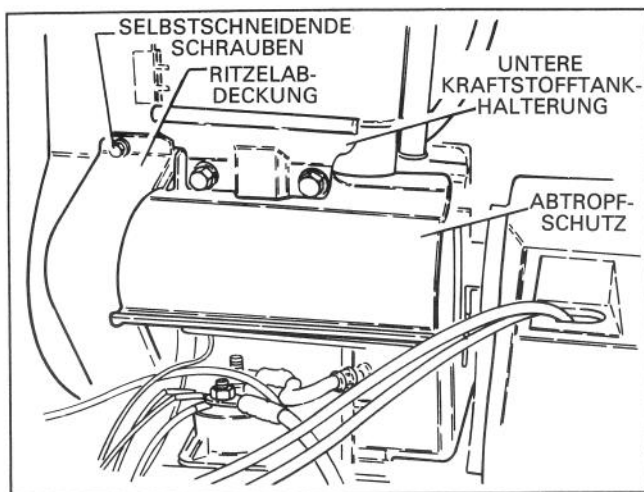

Abb. 17
28. Die neue Ritzelabdeckung mit (2) neuen selbstschneidenden Schrauben am Motor anbringen (Abb. 17).
29. Den Abtropfschutz hinter die untere Halterung des Kraftstofftanks stellen und beide mit den (2) zuvor entfernten Schrauben am Motor anschrauben (Abb. 17).